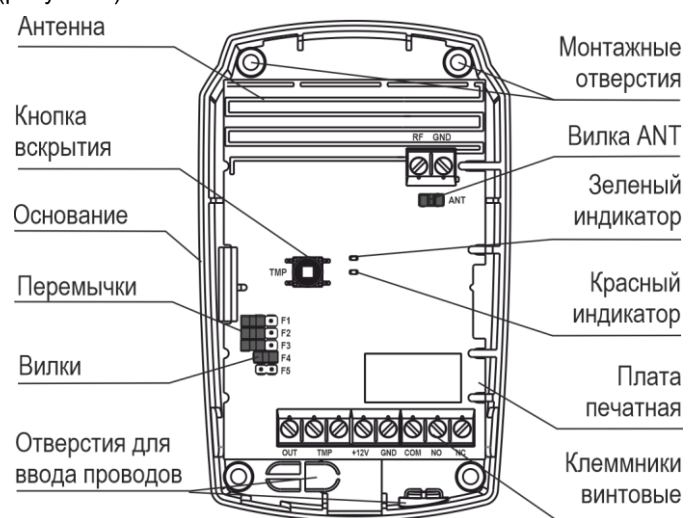

Рисунок 2
**4.1 Конструктивно РПУ** выполнено в виде блока, состоящего из основания и съемной крышки. Внутри блока смонтирована печатная плата с радиоэлементами и встроенной антенной (рисунок 2).